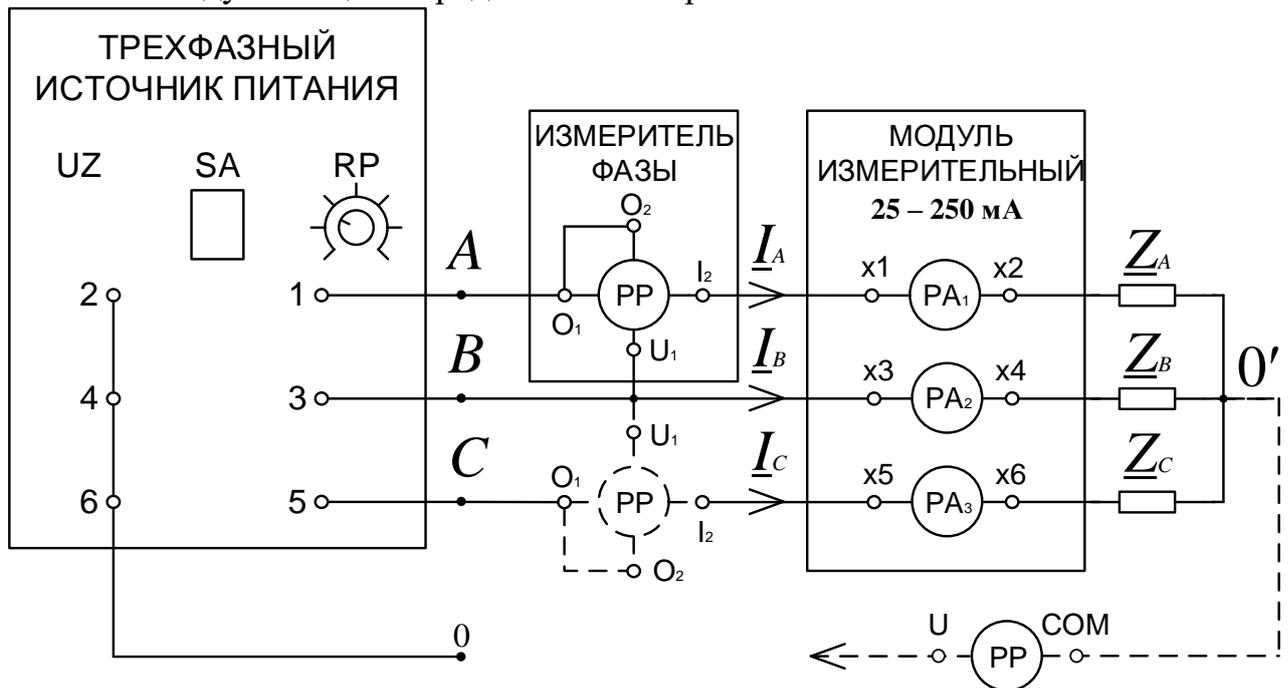

Рис. 2П
- **Несимметричный режим при реактивной нагрузке.** Выбрать нагрузку на фазу в соответствии с данными табл. 2 из **МОДУЛЯ РЕЗИСТОРОВ (R)**, **МОДУЛЯ РЕАКТИВНЫХ ЭЛЕМЕНТОВ (C)** и **МОДУЛЯ ДОПОЛНИТЕЛЬНОГО (La)**. Выполнить измерения и расчет действующего значения тока в нейтральном проводе, данные занести в табл. 2П.
- Собрать электрическую цепь по схеме, показанной на рис. 2П. Установить в блоке **МОДУЛЬ РЕЗИСТОРОВ** $R_A = R_B = R_C = 150 \text{ Ом}$. Проверить собранную электрическую цепь в присутствии преподавателя.
Схема исследуемой цепи представлена на рис. 2П.